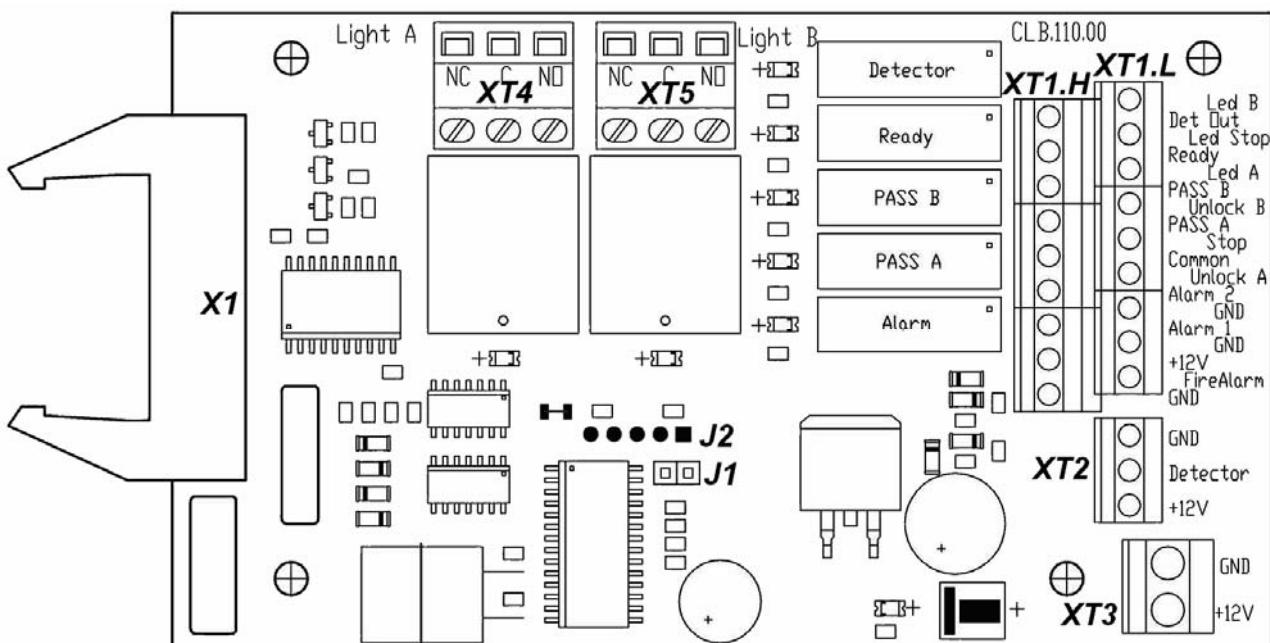

Рисунок 3. Внешний вид платы CLB
5.2.4 ПДУ выполнен в виде небольшого настольного прибора в корпусе из ударопрочного АБС пластика и предназначен для задания индикации режимов работы при ручном управлении турникетом. ПДУ подключается к плате CLB гибким многожильным кабелем (13) через клеммную колодку XT1.L (см. рисунок 3). На лицевой панели корпуса ПДУ расположены три кнопки для задания режимов работы турникета. Над кнопками расположены индикаторы. Средняя кнопка (далее по тексту – кнопка **STOP**) предназначена для переключения турникета в режим «Запрет прохода».
5.2.5 На плате CLB (см. рисунок 3) расположены:
5.4.3 Реле *PASS A* (контакты *PASS A* и *Common*), *PASS B* (контакты *PASS B* и *Common*), *Ready* (контакты *Ready* и *Common*), *Detector* (контакты *Det Out* и *Common*) и *Alarm* (контакты *Alarm 1* и *Alarm 2*) имеют нормально-разомкнутые контакты. При этом общий для этих реле контакт *Common* не соединен с минусом источника питания турникета. В исходном (неактивном) состоянии при включенном питании контакты реле *PASS A*, *PASS B*, *Ready* и *Detector* замкнуты (на обмотку реле подано напряжение), а контакты реле *Alarm* разомкнуты (напряжение на обмотку реле не подано). Факт срабатывания / отпускания реле *PASS A*, *PASS B*, *Ready*, *Detector* и *Alarm* можно определить по загоранию / гашению красных индикаторов, которые установлены вблизи указанных реле (см. рисунок 3).